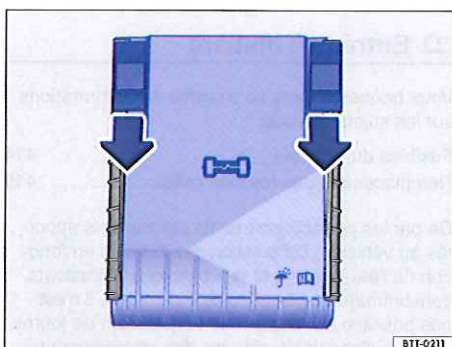

Fig. 230 Dans le compartiment-moteur : cache de la boîte à fusibles
- Poussez les touches de verrouillage vers l'avant dans le sens des flèches pour déverrouiller le cache de la boîte à fusibles \Rightarrow fig. 230.